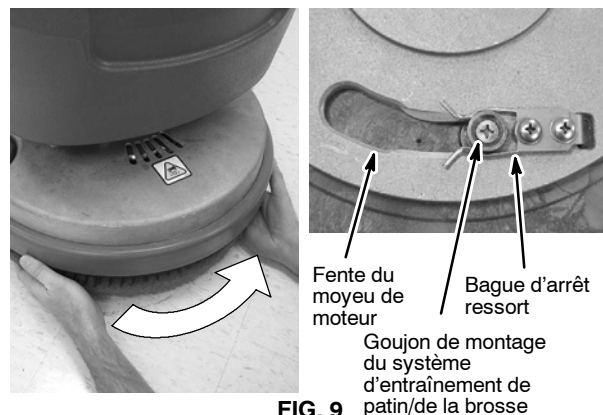

FIG. 9
5. Alignez les goujons de montage du système d'entraînement du patin/de la brosse avec les fentes situées sur le moyeu du moteur et tournez dans le sens contraire des aiguilles d'une montre le système d'entraînement de patin/la brosse, jusqu'à ce qu'il/elle soit totalement serti(e) dans la bague d'arrêt ressort (Figure 9). Si nécessaire, enfoncez la goupille de blocage du moyeu de moteur afin de bloquer en place le moyeu du moteur (Figure 9).